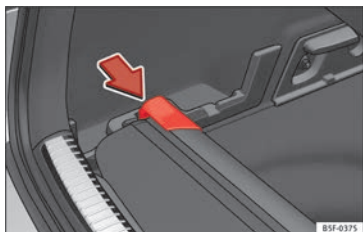

Fig. 170 Nel bagagliaio: Alloggiamento per la riposizione del pianale portaoggetti
- Spingere la testa del pianale portaoggetti nel senso della freccia fino a fissarla nell'apposito alloggiamento » **fig. 170**.